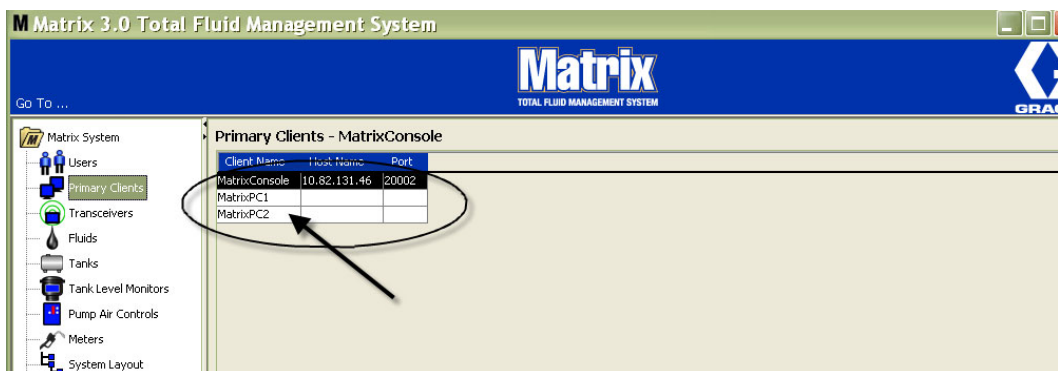

FIG. 81
- El nuevo Cliente principal se añade al final de la lista de la pantalla Clientes principales (FIG. 81). Tenga en cuenta que después de introducir un nuevo nombre de Cliente principal, el nombre aparecerá con los campos de nombre de host y puerto en blanco. Estos campos se rellenarán automáticamente la siguiente vez que el Cliente principal se conecte con el motor de servicios de Matrix.